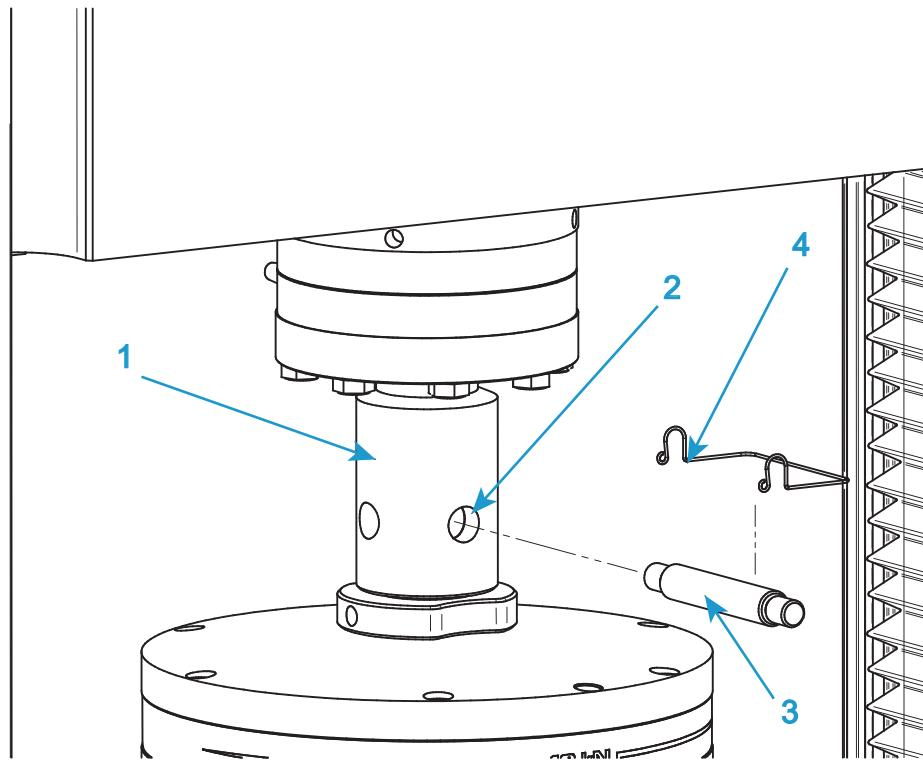

Figura 20. Installazione tipica della presa
Consultare la Figura 20 a pagina 98 quando si segue questa procedura.
1. Per il morsetto superiore, inserire l'adattatore sul morsetto nella presa a forcetta femmina (1 in Figura 20) sull'adattatore della cella di carico.
2. Allineare i fori della forcetta (2 in Figura 20) e infilare il perno a testa (3 in Figura 20) piana attraverso i fori.
3. Fermare in posizione il perno a testa piana, con l'apposito fermaglio (4 in Figura 20).